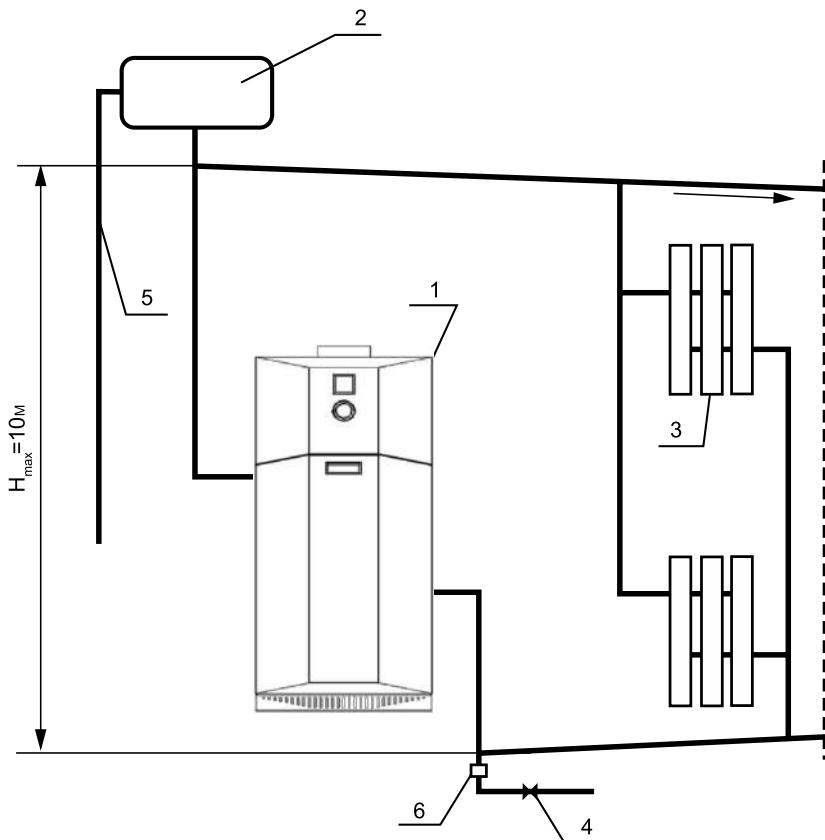

Рис. 2.
- 6.7. Р ширительный б чок уст н влив ется в верхней точке гл вного стояк , жел тельно в от плив емом помещении. З прещ ется уст н влив ть вентиль н сигнальной трубе (см. рис. 2, 3).